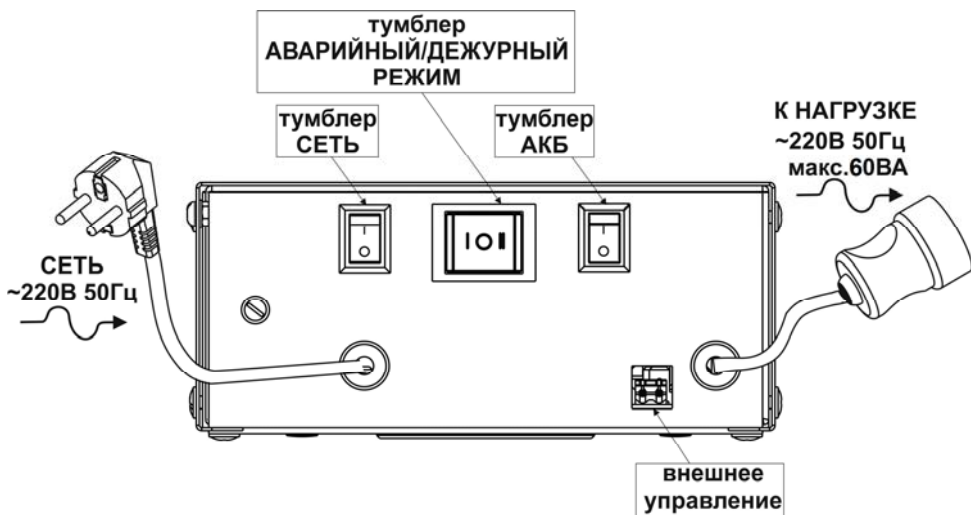

Рисунок 2 - вид изделия со стороны подключения
- возможность отключения встроенной АКБ с помощью тумблера АКБ (см. рисунок 2), указанный тумблер предназначен для отключения АКБ при транспортировке, хранении, или в случае длительного перерыва в эксплуатации изделия.